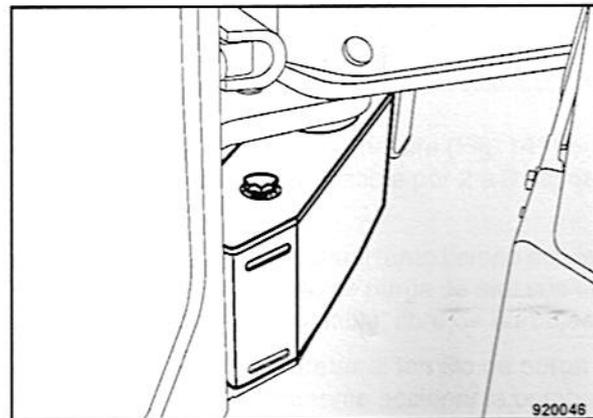

Fig. 140
- Desmontar la tapa de la batería (Fig. 140).